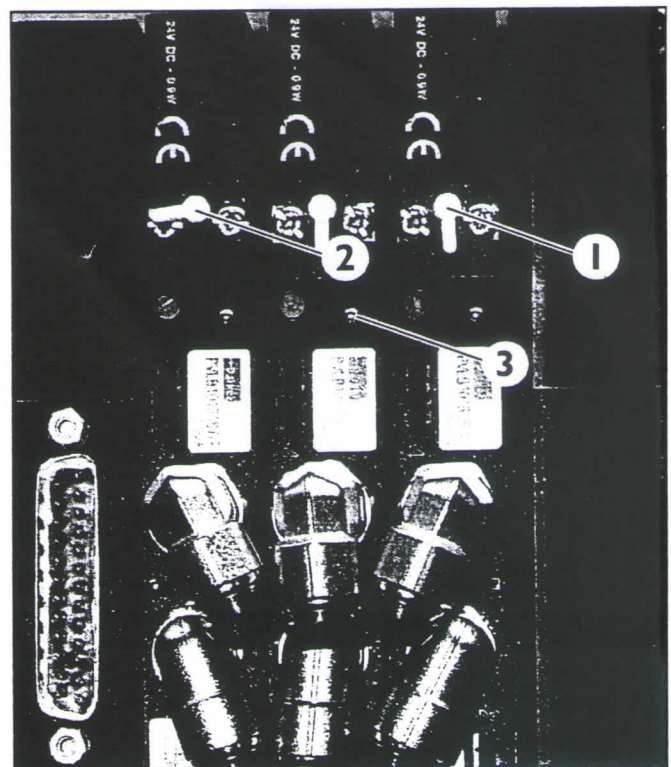

Fig. 53/I Atuação manual de uma válvula magnética
- Para abrir uma válvula magnética: Desloque a alavanca de emergência amarela manualmente da posição central **0** (Fig. 53/I, Pos. 1) para uma das posições **I** (Fig. 53/I, Pos. 2).
Caso a válvula magnética que se pretende ativar tiver o diodo luminoso (LED) aceso (Fig. 53/I, Pos. 3), será impossível fazer uma atuação manual da mesma!